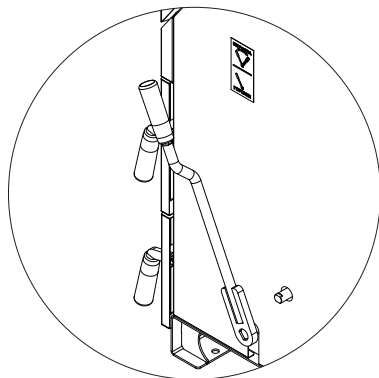

Рис.6 Положение рычага шуровочного механизма при работе котла
- Перед розжигом убедитесь в правильности установки рычага шуровочного механизма (**Рис.6**) и шуровочной решетки и в том, что зольный ящик пуст;
Неправильная установка рычага шуровочного механизма	Установите рычаг шуровочного механизма в соответствии с п.п.7.4 п.п.Рис.6